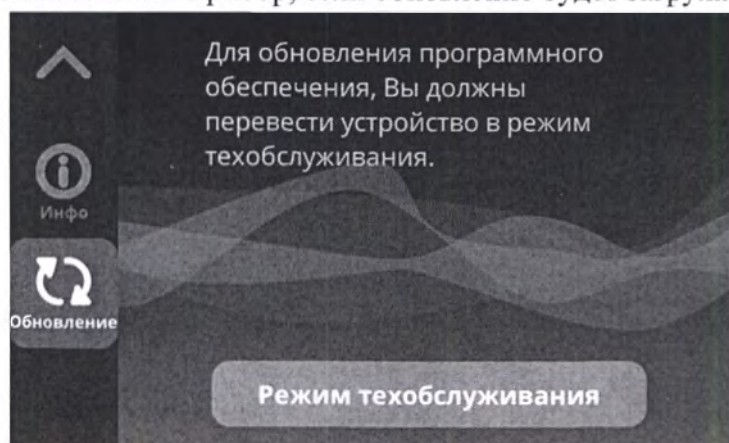

Рисунок 3.24 Пункт меню обновления прибора
4. Перейдите в раздел **Обновление** (рисунок 3.24).